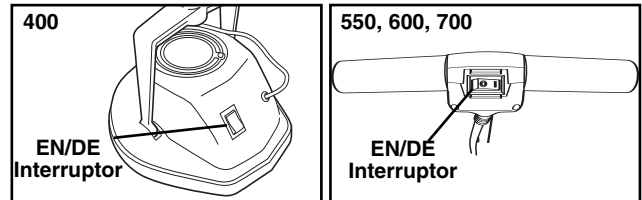

Figura 2. Interruptor ENCENDIDO/APAGADO de la Máquina Orbiter® Multi-Floor
façon commode. Está diseñado para que su activación sea cómoda. Lleva impresas las leyendas (I) (ENCENDIDO) y (O) (APAGADO). (Vea la Figura 2). CUIDE de que el interruptor esté en la posición APAGADO (O) antes de desenchufar el cordón de alimentación eléctrica del tomacorriente. Antes de encender la máquina, asegúrese de que tenga colocado un bonete, almohadilla o cepillo.